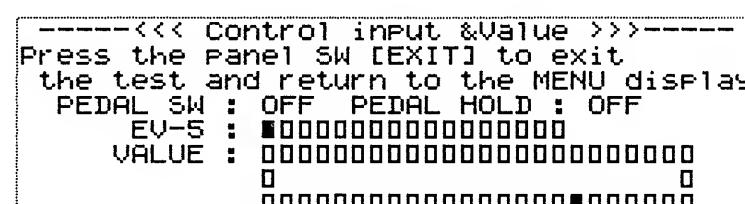

Fig.16
2. The LCD shown in figure 16 will appear.
2. LCDディスプレイに、Fig.16のように表示される。